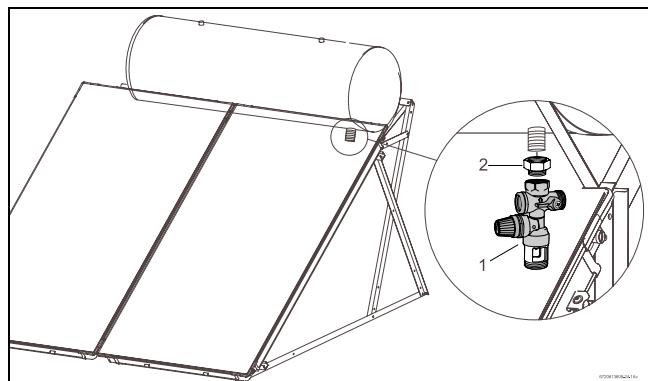

Fig. 72 Montar válvula de seguridad
- Montar la válvula de seguridad 10 bar para el agua potable (Fig. 72, (1)) abajo a la derecha del acumulador.
A causa de las diferencias de temperatura y por lo tanto de diferencias de presión a lo largo de un día puede salir agua de la válvula de seguridad (Fig. 72, (1)). Debe procurarse una evacuación adecuada del agua que sale.